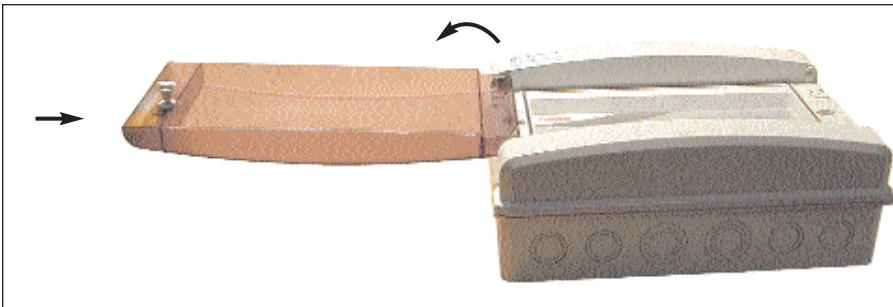

Abb. 7
2. Entfernen der Gehäusetür (Abb. 7).